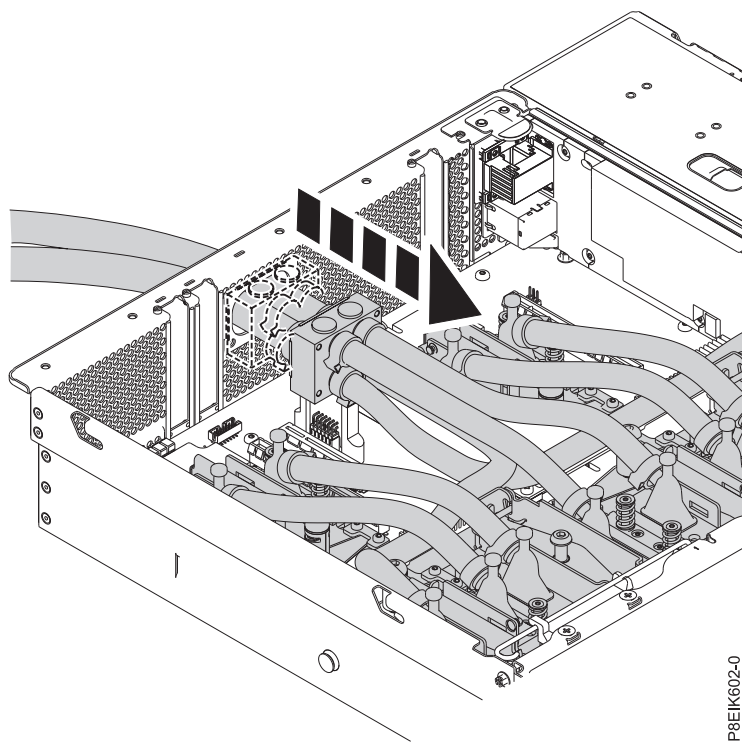
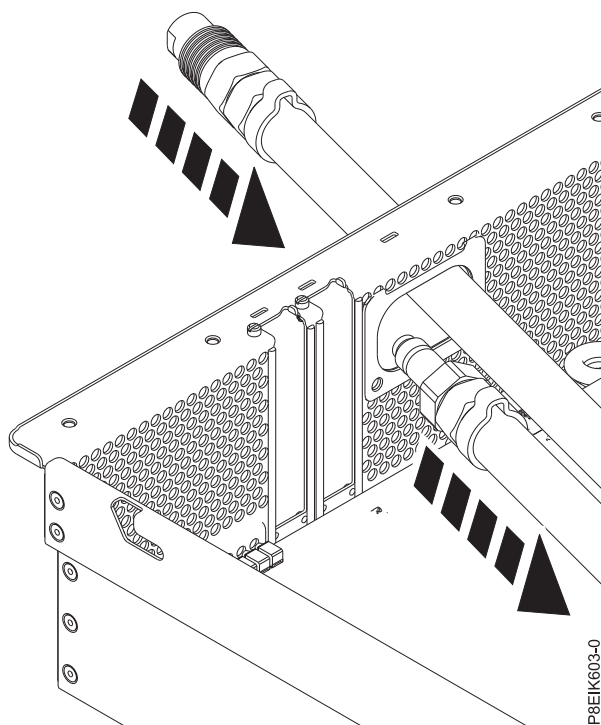

Figure 3. Retrait des conduites
Figure 4. Passage des raccords l'un après l'autre à travers la paroi arrière
4. Tirez les conduites à travers la paroi arrière du système (voir figure 3 et figure 4).